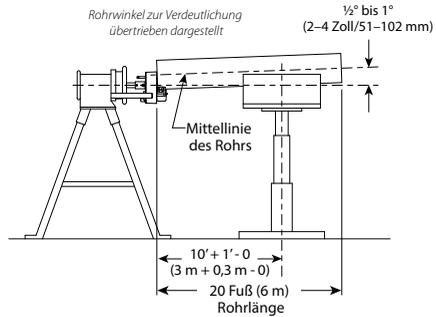

ABBILDUNG 1 – ABSTÜTZEN DES ROHRS
- b. Platzieren Sie den Rohrständer in einem Abstand zum Werkzeug, der etwas über der halben Rohrlänge liegt. Siehe Abbildung 1 oben.
d. Stellen Sie die Höhe des Rohrständers so ein, dass das Rohr ca. $\frac{1}{2}^\circ$ bis 1° **ÜBER** der Horizontalen liegt. Siehe Abbildung 1. **ANMERKUNG:** Das Rohr muss in die Rollen eingeführt sein, während die Höhe des Rohrständers eingestellt wird.
- Abbildung 1 zeigt den verstellbaren Victaulic Rohrständer (VAPS 112). Der VAPS 112 ist für Größen von $\frac{3}{4}$ bis 12 Zoll geeignet. Das Victaulic Modell VAPS 224 ist für Größen von 2 bis 24 Zoll geeignet. Siehe den Abschnitt „Zubehör“.